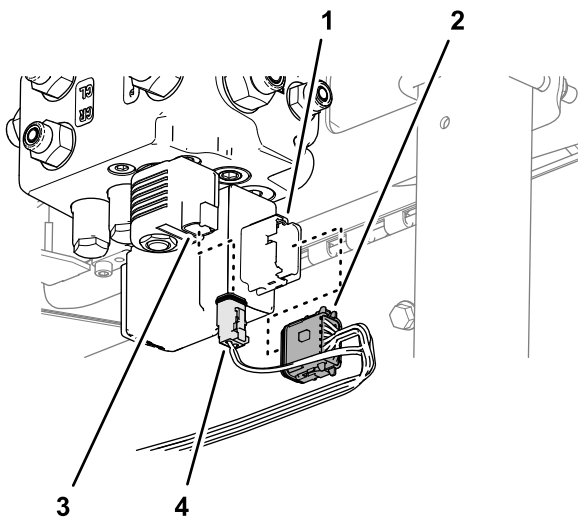

Bild 91
2. Stecken Sie den 12-poligen Anschluss des Kabelbaums mit der Beschriftung EHI A KEY (GREY) [ehi A-Schlüssel (grau)] in den 12-poligen Anschluss des EHI-Lenkventils (**Bild 91**).
3. Stecken Sie den 2-poligen Anschluss des Kabelbaums mit der Beschriftung EHI SOLENOID [EHI-Magnetventil] in den 2-poligen Anschluss des EHI-Magnetventils (Bild 91).